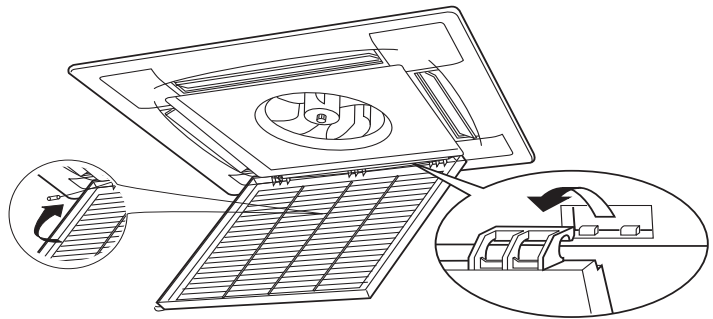

рис. 10
- Отклоните ее на угол примерно 30~45 градусов и снимите (рис. 10).